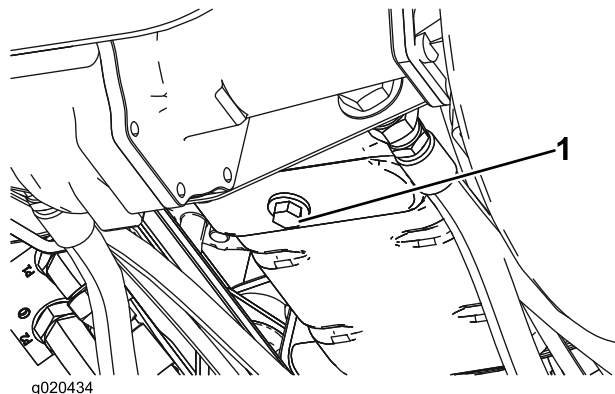

Figura 50
1. Retire el tapón de vaciado (Figura 50) y deje fluir el aceite a un recipiente apropiado. Cuando todo el aceite se haya drenado, instale el tapón de vaciado.